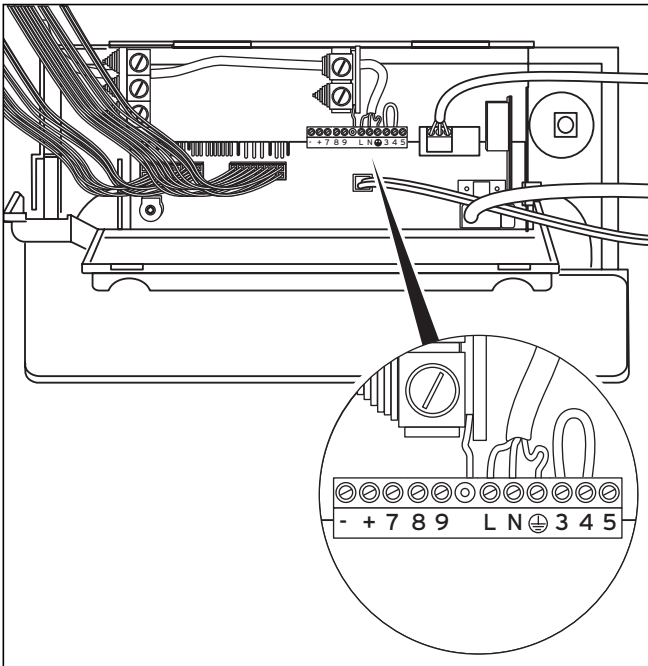

Рис. 5.9 Пример прокладки кабелей
- Присоедините соединительные кабели, как показано на рис. 5.9, к соответствующим интовым зажимам блока электроники.